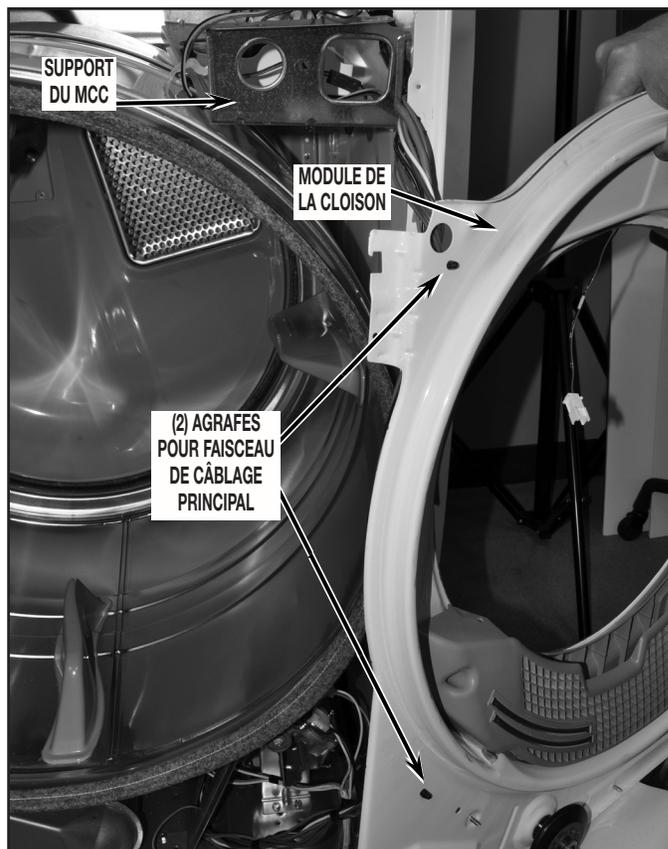

FIGURE 15
19. Faire pivoter le module de la cloison latéralement, et dégager deux (2) agrafes du faisceau de câblage pour séparer le faisceau de câblage du module de la cloison. Voir Figure 15.